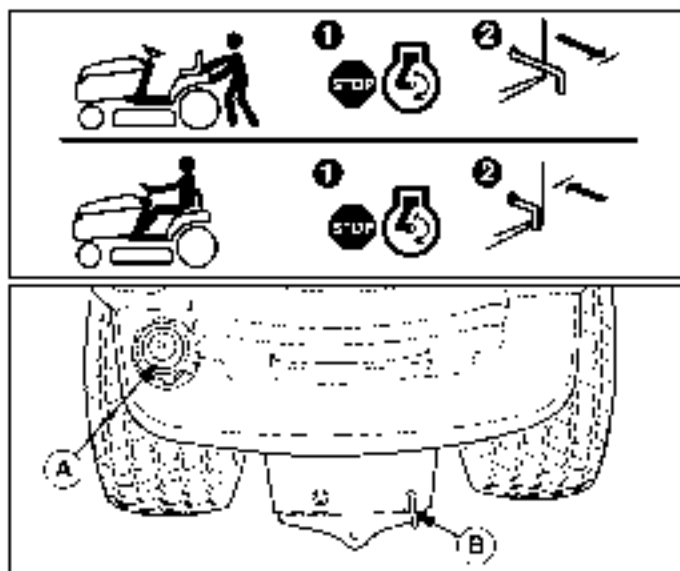

Figura 5. Palanca de liberación de la transmisión y lanque de combustible
1. Retire la tapa para el combustible (A, Figura 5).
2. Tire del lanzamiento de la transmisión (B, Figura 5) cuadro parte posteriora aproximadamente 0,4 cm a la cerradura en la posición lanzada.